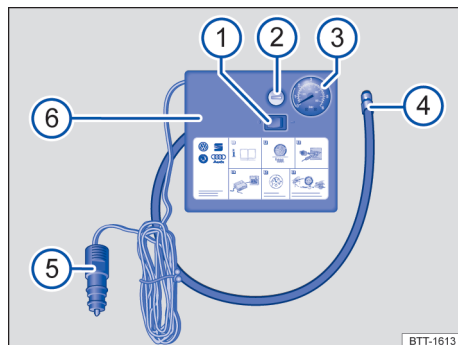

Fig. 267 Representação esquemática: compressor do kit de reparo dos pneus.
O compressor do kit de reparo dos pneus é composto dos seguintes componentes → Fig. 267:
- Rosquear a mangueira de enchimento dos pneus → Fig. 267 ④ do compressor de ar com firmeza na válvula do pneu.
- Verificar se o parafuso de sangria de ar → Fig. 267 ② está fechado.
- Conectar o conector do cabo 12 V → Fig. 267 ⑤ em uma tomada 12 V no veículo → Página 228.
- Ligar o compressor de ar com o interruptor LIGA-DESLIGA → Fig. 267 ①.
- Deixar o compressor de ar funcionar até atingir 2,0 – 2,5 bar (29 – 36 psi/200 – 250 kPa) → ⚠️. **Tempo de funcionamento: máximo oito minutos** → ①.
Reconectar a mangueira de enchimento dos pneus → Fig. 267 ④ e ler a pressão dos pneus no indicador da pressão dos pneus ③.